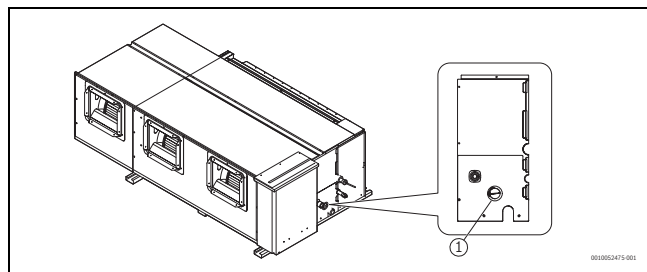

Fig. 93
- ▶ Abra o tampão cego da água de teste (→ Fig. 93) na máquina, este precisa de estar desapertado durante o teste de drenagem para verificar se a bomba de drenagem está ligada e se existe um problema com a bomba de drenagem.